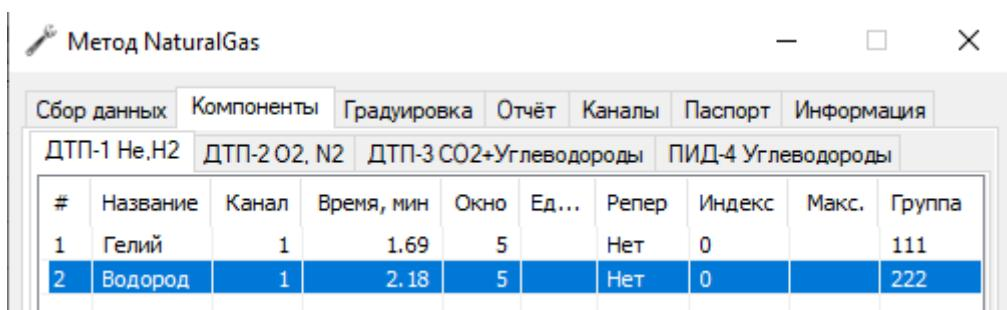

Рис. 57: Окно «Метод &gt; Компоненты»
3. В окне **Метод** выбрать вкладку **Компоненты** (Рис. 57):